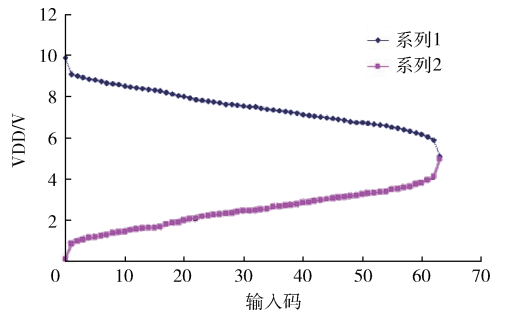

图 6 数据曲线界面
3) 显示界面: 在相关界面完成用户的各种输入, 查看历史波形, 数据曲线的显示等。其中数据曲线显示如图 6 所示。